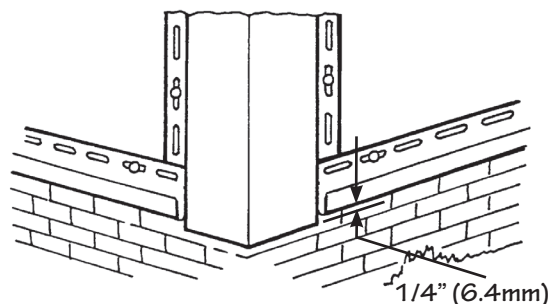
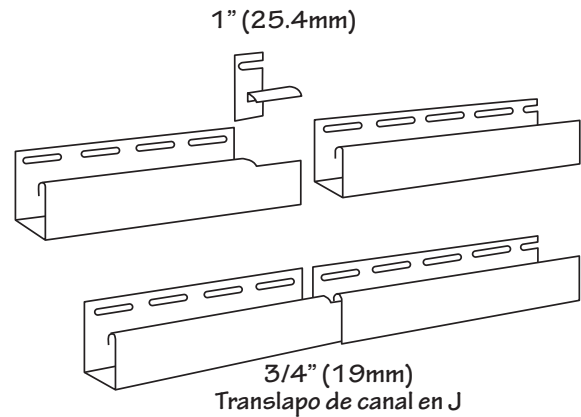

Figura 50.
Figura 51.
- Sujete cada 8" a 12" (203mm a 305mm). Use el centro de las ranuras de clavado. Todo el vinilo debe sujetarse con firmeza pero sin apretarlo. No debe restringirse el movimiento hacia los lados. Deje espacios libres de 1/4" (6.4mm) en los esquineros (Figura 50). En donde se unen los tramos, recorte 1" (25.4mm) de la brida de clavado y traslápelos 3/4" (19mm) para lograr una unión limpia (Figura 51).